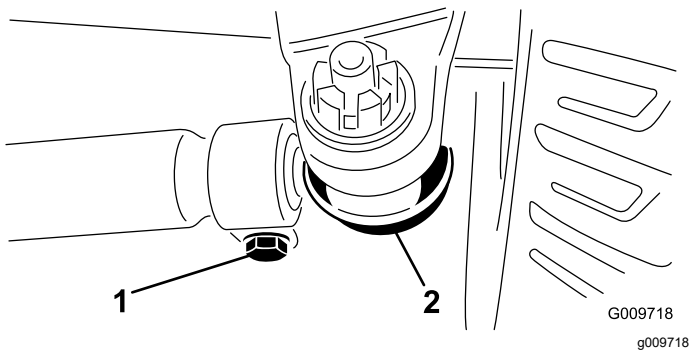

**Рисунок 75**
- Измерьте межцентровое расстояние (на высоте моста) на передней и задней сторонах рулевых колес (Рисунок 75).